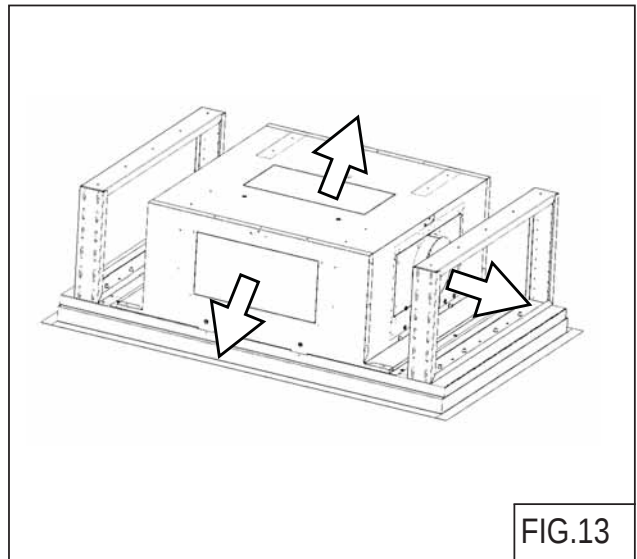

FIG.13
1. Choisissez l'orientation de la sortie d'air du ventilateur. Elle peut se trouver sur le dessus, sur les côtés ou à l'avant du ventilateur (Fig. 13).